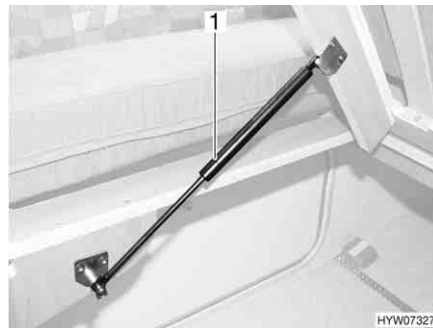

Bild 106 Fast säng
- Lyft ribbotten. Gasfjädrarna (Bild 106,1) håller kvar ribbotten i öppet läge.